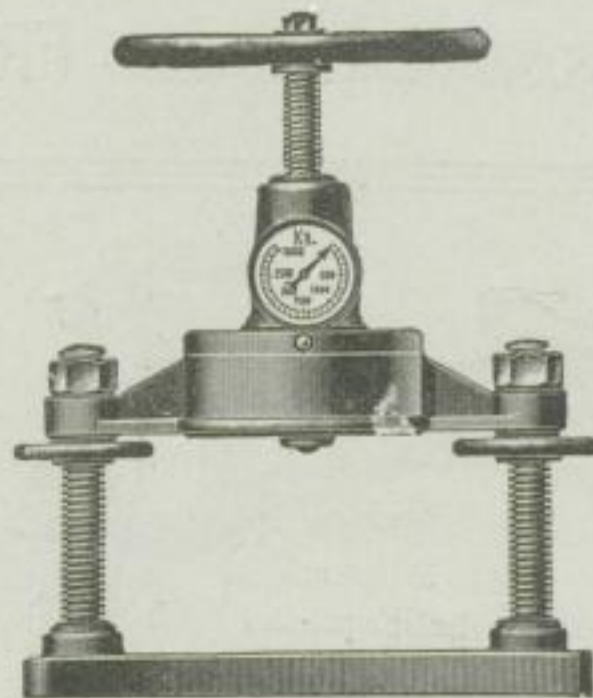

Fig. 2.
haben diese das Ende mit einem Band verbunden, das die Federbande A und B verbindet. Bei der ersten Fahrt mit der Federband B (Fig. 2) verbindet sich das Band mit dem Federband A und B. Bei der zweiten Fahrt mit der Federband C (Fig. 3) verbindet sich das Band mit dem Federband C.
**Fig. 2.** Materialprüfungs-Apparat für 0—3000 bzw. 0—6000 kg Druck und beliebige Gegenstände; normale Hubhöhe der Kugel: 150 mm; größte ausgeführte Hubhöhe bis jetzt: 420 mm bei gleicher Säulenentfernung.